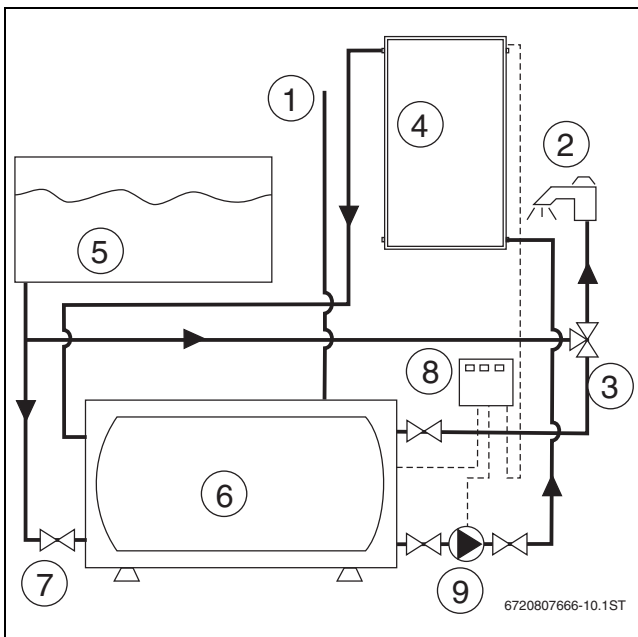

Fig. 3 Sistema de circulação forçada de baixa pressão (com respiro) com controlador para limitar a temperatura no reservatório térmico
- ▶ Sistemas acima de 0,5 bar exigem a instalação de uma válvula de retenção na alimentação de água do sistema (veja fig 3). Esta válvula reduz a variação de pressão do sistema evitando a fadiga e aumentando a vida útil do reservatório térmico.